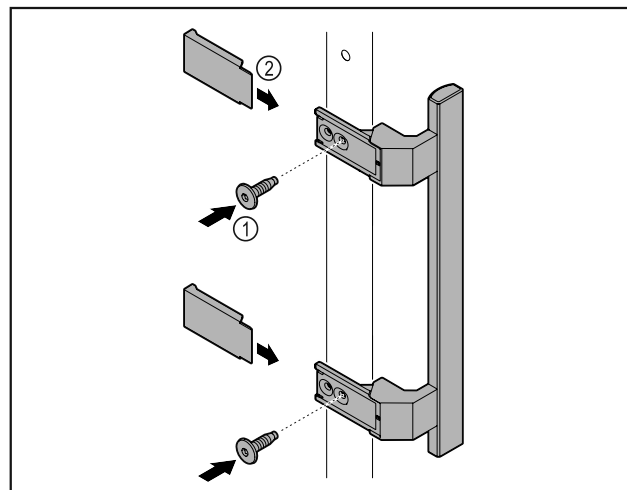

Fig. 6
▶ 用随附的螺钉 Fig. 6 (1) 将附件包中的把手安装到门上。
▶ 安放盖板 Fig. 6 (2)。